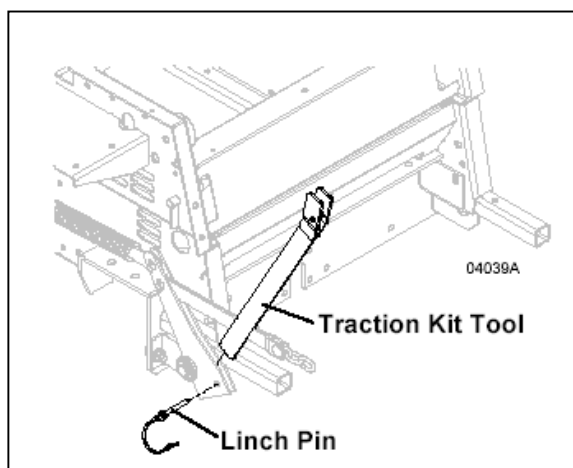

Fig. 15
- Vedr. 600-serie maskiner, se fig. 15 og følg nedenstående trin: